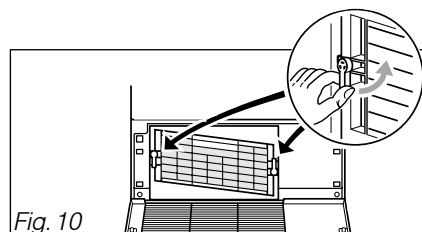

Fig. 10
– Déverrouillez le condenseur (Fig. 10).